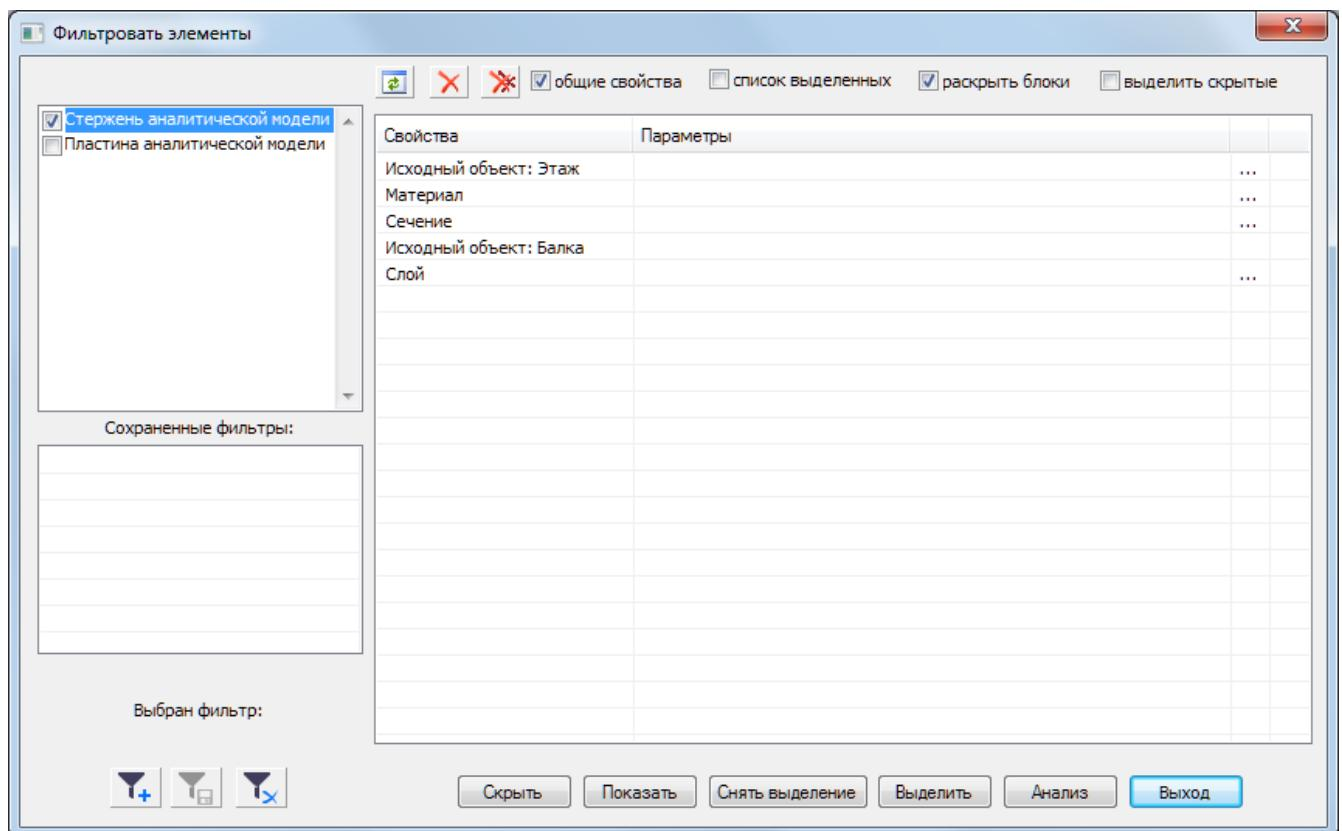

Рис.5.2. Диалоговое окно **Фильтровать элементы**
- выбираем команду **Скрыть** (рис.5.2)